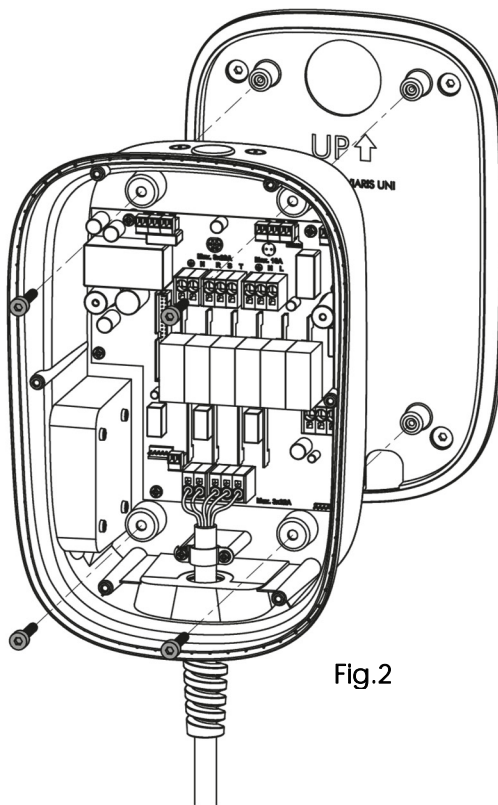

Fig.2
- Posizionare la stazione sulla base de installazione e fissarla con le quattro viti M6 fornite. **Fig.2**